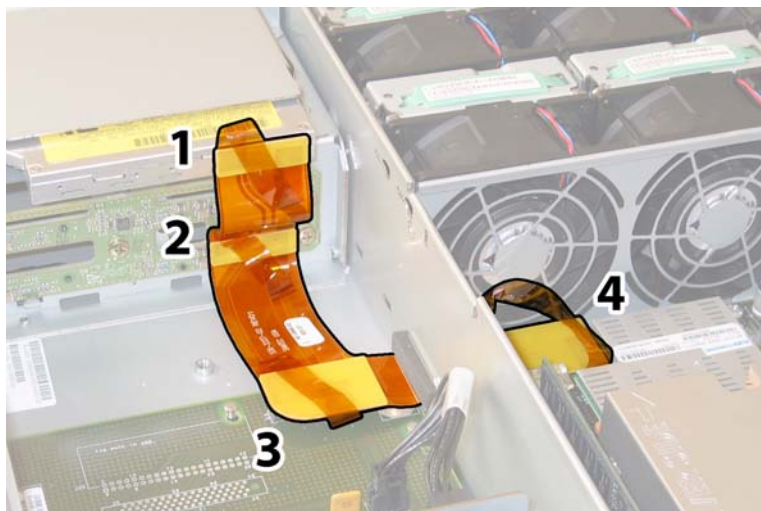

図 4-62 フレックスケーブルコネクタ 4 個の取り外し
9. 次の 4 箇所にあるケーブルの 4 個のコネクタを外し、フレックスケーブルと付属のフォームラバーのガスケットをシャーシ中央の壁から取り外します。図 4-62 を参照してください。